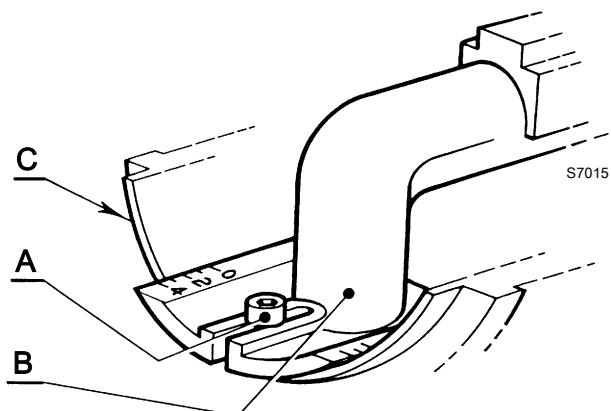

图 14
- 拧松螺丝 A) (图 14 页 17), 移动弯头 B) 使之与连接器 (C) 的端面对齐到设定的刻度。